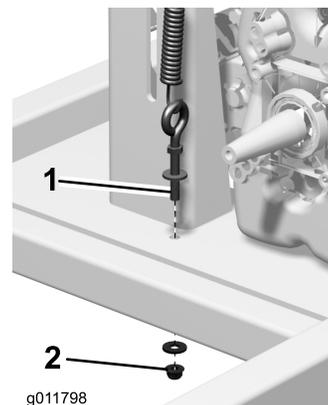

Bild 56
- A. Lösen Sie die untere Mutter am Augenbolzen und schrauben sie bis zum Ende der Schraube (Bild 56).